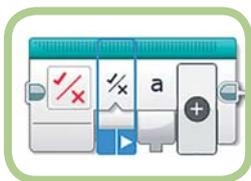

Рис. 12.13. Блок с выбранным значком
11. Выбери значок для логических значений ( $\%$ ). Теперь он должен отображаться в блоке в верхней части окна (рис. 12.13).